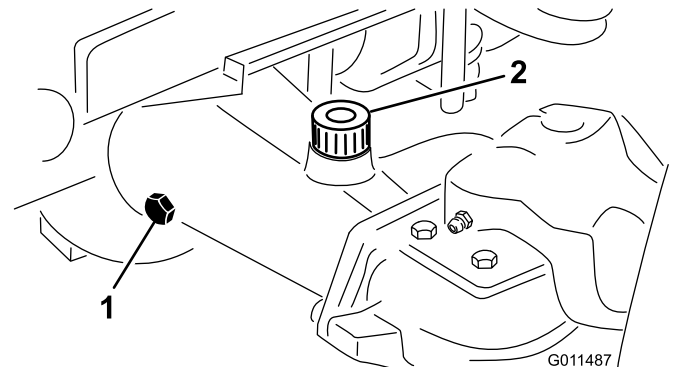

Figura 13
2. Retire o tampão de verificação que se encontra numa das extremidades do eixo (**Figura 13**) e certifique-se de que existe lubrificante até ao fundo do orifício. Se o nível estiver baixo, retire o tampão de enchimento (**Figura 13**) e adicione lubrificante suficiente para o nível de lubrificante subir até ao fundo do orifício do tampão de verificação.